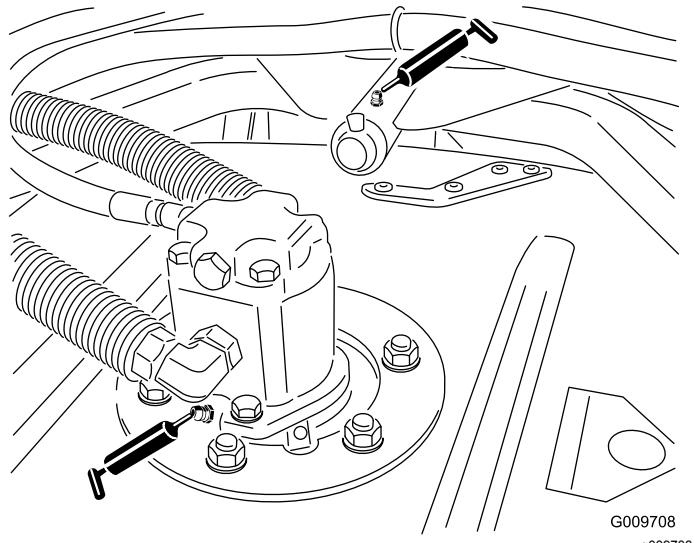

Bild 23
- Spindelwellenlager des Mähwerks (1 pro Mähwerk) (Bild 23)
- Trägerrahmenarmbüchsen des Mähwerks (1 pro Mähwerk) (Bild 23)